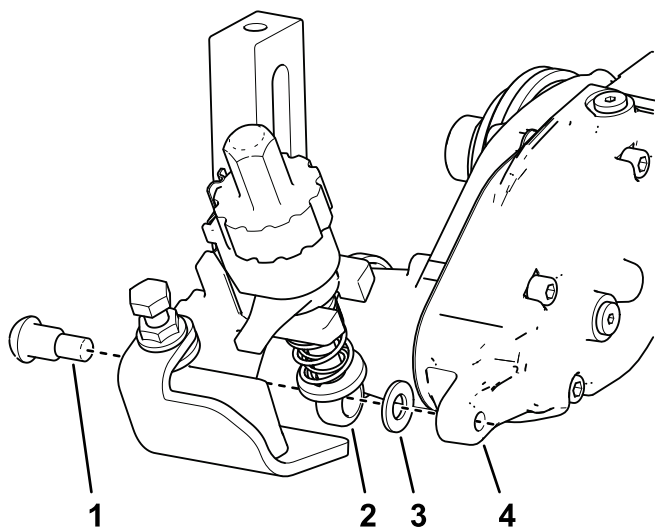

Figure 11
3. Sur le côté du boîtier du groomer, positionnez la tige du bras de réglage du support de hauteur de coupe à l'intérieur du boîtier d'entraînement du groomer et fixez-la avec un boulon à épaulement et une rondelle en acier trempé, comme montré à la Figure 11 ; serrez le boulon à épaulement à un couple de 16 à 22 Nm.